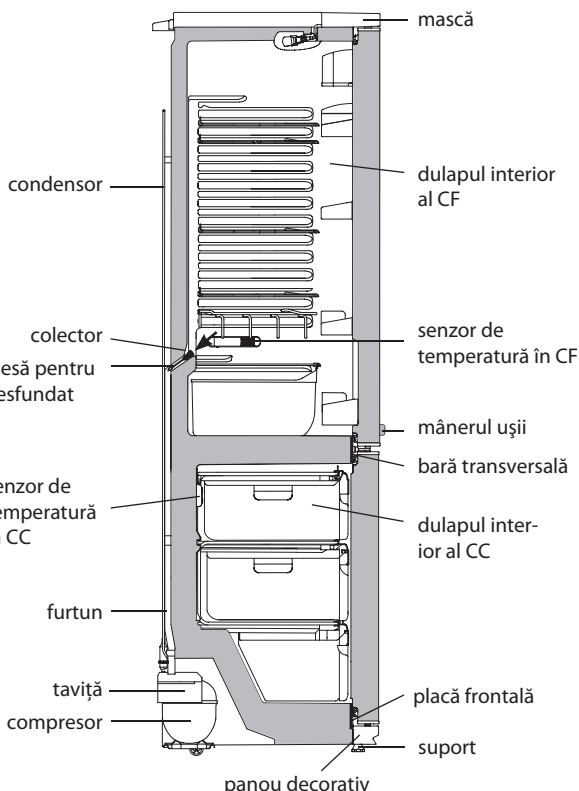
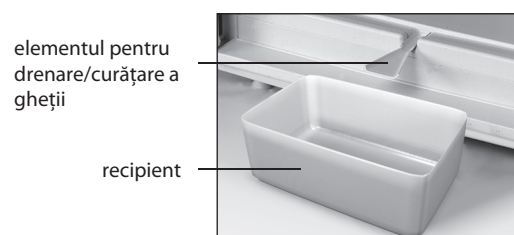

Figura 7 — Schema scurgerii apei rezultate în urma topirii din CF
Figura 8 – Colectarea apei rezultate în urma topirii din CF
5.1.1 În CF se folosește un sistem automat de dezghețare. Bruma care apare pe perețele din spate al CF, se topește în timpul ciclului de dezghețare la deconectarea compresorului și se transformă în picături de apă. Picăturile de apă rezultată în urma topirii se scurg în colector, apoi prin gaura acestuia și prin furtun - în tavița de pe compresor, în conformitate cu figura 7 și se evaporă.
Pentru eliminarea înfundării folosiți piesa corespunzătoare și curățați gaura colectorului, astfel ca apa să se scurgă liber în taviță, apoi spălați piesa și instalați-o în conformitate cu figura 7.
SE INTERZICE să utilizați frigiderul cu sistemul de scurgere înfundat. Apa care a apărut pe fundul CF sau care a ajuns în locul de alăturare a barei transversale și a dulapului interior al CF, în conformitate cu figura 7, poate provoca coroziunea dulapului exterior al frigiderului și elementelor agregatului frigorific, defectarea izolației termice, formarea crăpăturilor dulapului interior și defecțiunea frigiderului.
ATENȚIE! Nu puneți produsele în CF prea aproape de senzorul de temperatură, care este situat pe peretele drept al CF, în conformitate cu Figura 7.
ATENȚIE! Nu puneți produsele în CC prea aproape de senzorul de temperatură, care este situat pe peretele din spate al CC, în conformitate cu Figura 7.
- instalați în conformitate cu figura 8 elementul de masă plastică pentru drenare și orice vas recipient cu volumul de nu mai puțin de 2 litri pentru a colecta apa rezultată în urma topirii;
SE INTERZICE să decongeleți congelatorul fără utilizarea elementului pentru drenare instalat în conformitate cu figura 8. Apa rezultată în urma topirii care se scurge din cameră afară de elementul pentru drenare, pătrunzând în locul de alăturare a plăcii frontale la dulapul interior în conformitate cu figura 7, poate provoca coroziunea dulapului exterior al congelatorului și a elementelor agregatului frigorific, defectarea izolației termice, formarea crăpăturilor dulapului interior și defectarea dulapului congelatorului.